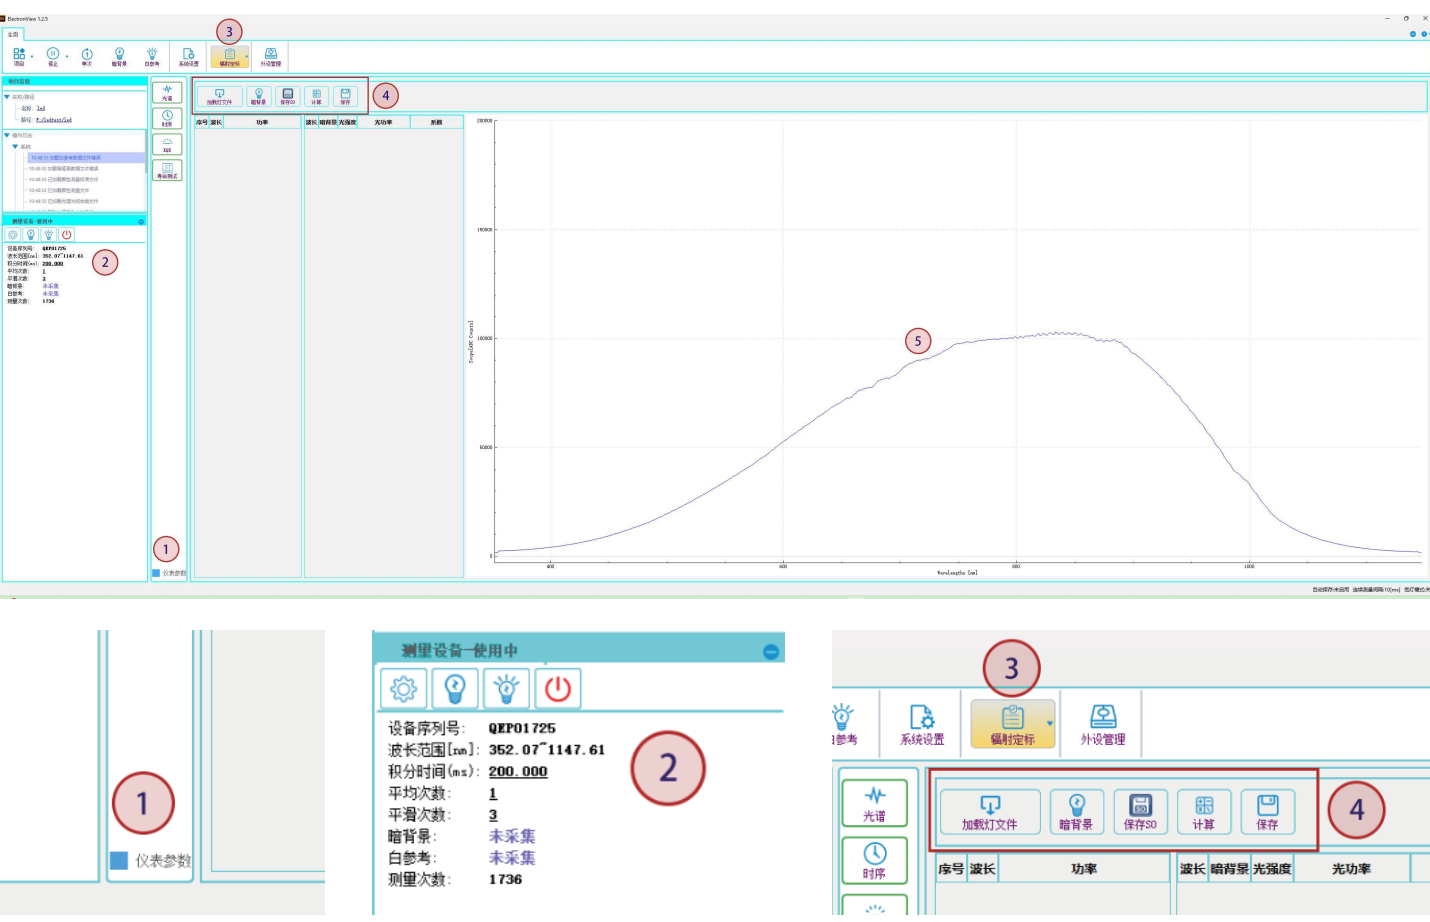

图5 辐射定标软件界面
在辐射定标前，先打开ElectronView软件，在左下角点开【仪表参数】（图5标记1），顶部菜单栏点击【辐射定标】（图5标记3），进入辐射定标界面，点击顶部菜单栏左侧【开始】按钮，使光谱仪实时读取光谱图。
3) 设置光谱仪测量参数。调整光谱仪积分时间，使得光谱值在10万附近（图5标记5），再设置适当的平均次数（推荐为1）和平滑次数（推荐为3）。其中积分时间是公式1中的 t_0 。